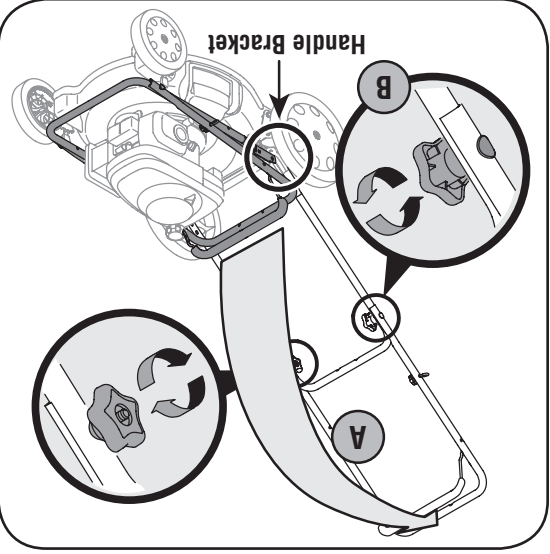

Figure 2
- a. Redressez le guidon supérieur vers vous pour le faire passer de la position A à la position de travail. Voir la Figure 2.